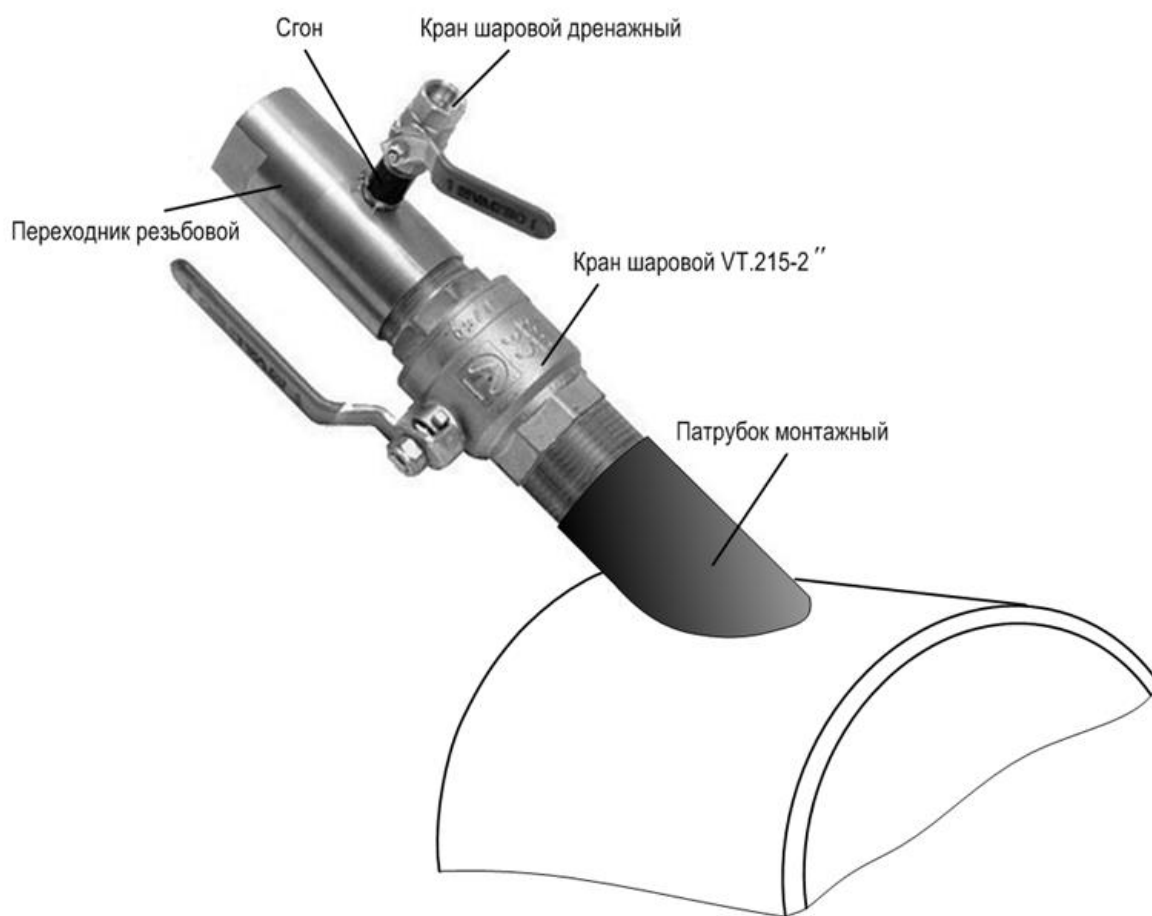

Рис.5. Вид конструкции для обеспечения сверловки отверстия.
- 4.3.4. Собрать конструкцию, показанную на рис.5: